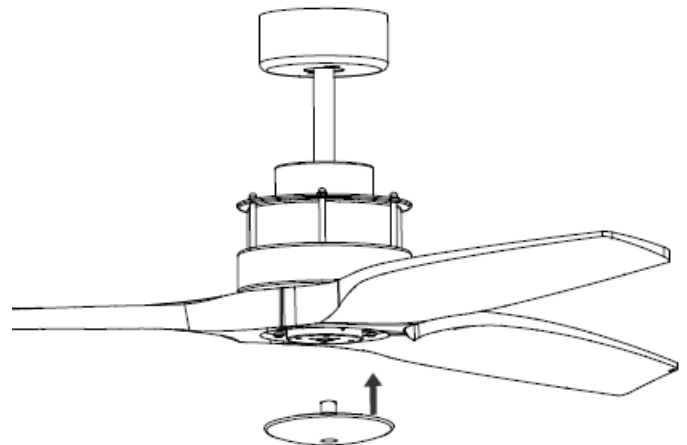

Fig. 9
- Τέλος, τοποθετήστε το κάτω κάλυμμα στον άξονα του ανεμιστήρα περιστρέφοντας το με την φορά του ρολογιού. Δείτε Fig.9